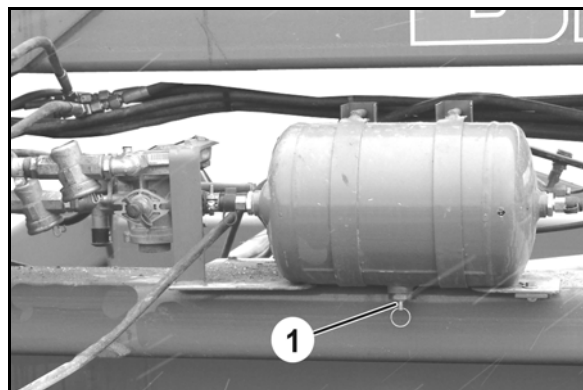

Fig. 82
3. Dreneringsventilen (Fig. 82/1) på ringen trekkes til siden til det ikke lenger renner vann ut av trykkluftbeholderen.
Trykkluftbeholderen (Fig. 82/1) må